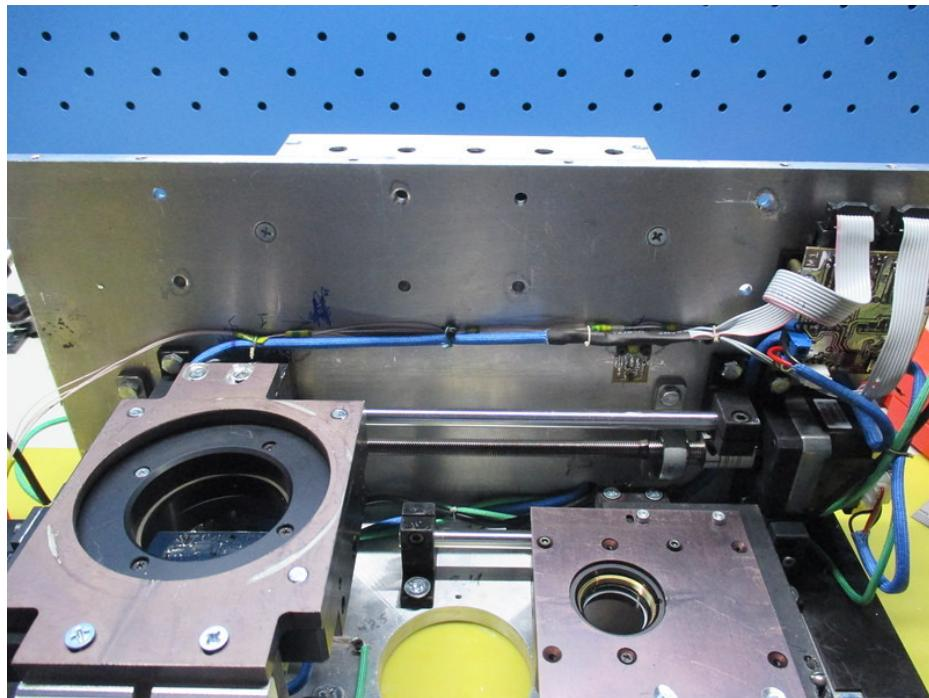

Рис. 17: Проводка, прикрепленная к задней стенке ММРР.
**6.** Отсоединить от задней стенки фотометра электрическую проводку (см. рис. 17).